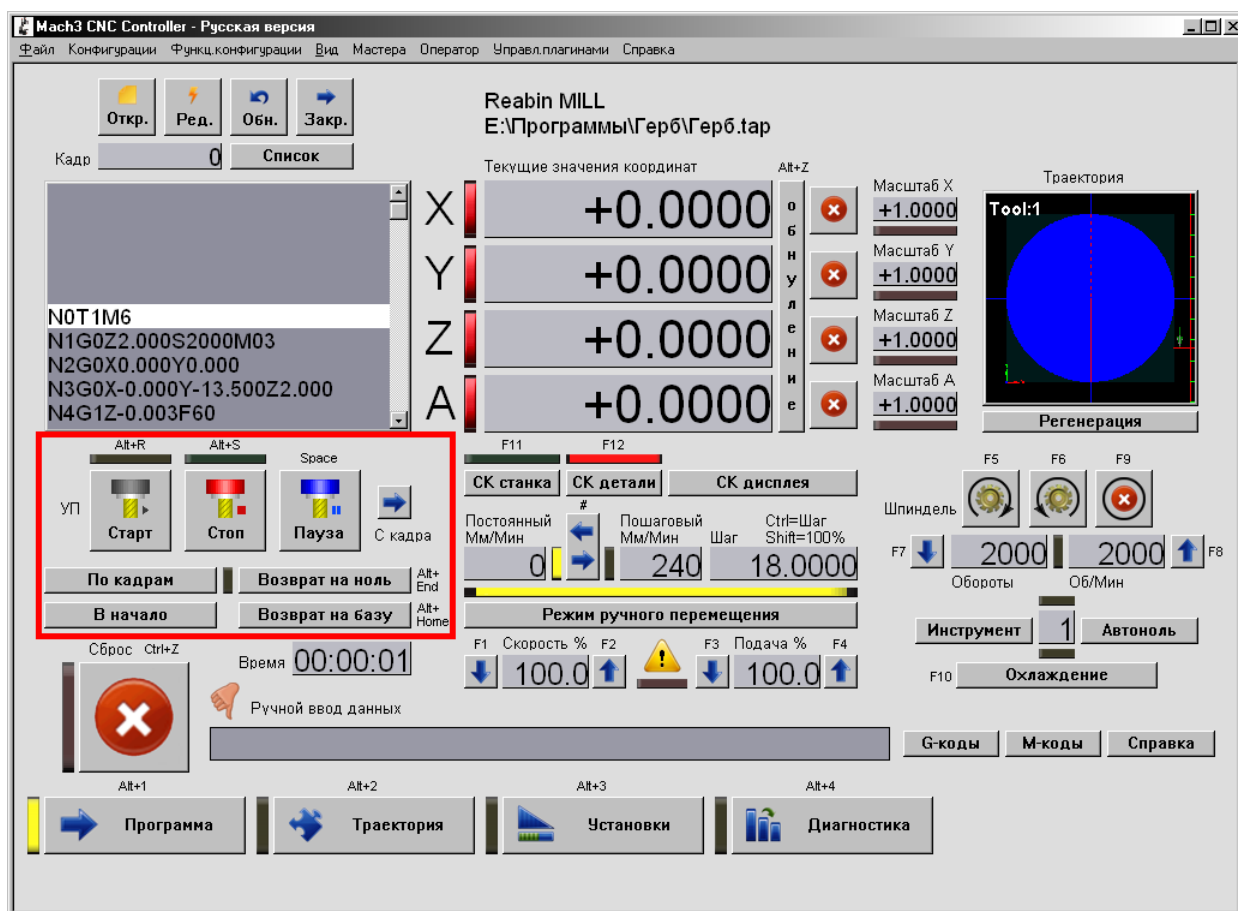

Рис. 7. Группа кнопок управления выполнением УП.
3.1.3 В левой части рабочего окна находится группа кнопок управления выполнением УП. Назначение кнопок (**Рис. 7**):